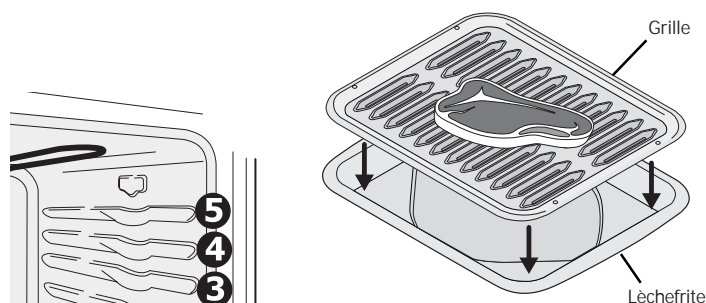

Fig. 4
3. Placez la grille dans la lèchefrite (le cas échéant), puis placez la nourriture sur la lèchefrite. **N'UTILISEZ PAS** la lèchefrite sans sa grille et ne recouvrez pas la grille de papier d'aluminium (fig. 4). La graisse ainsi exposée pourrait prendre feu.